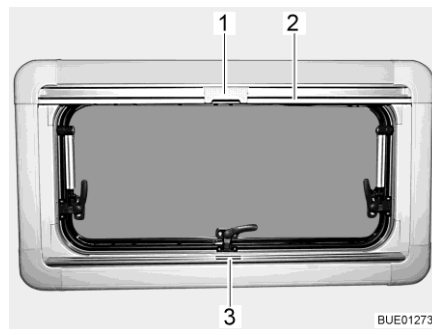
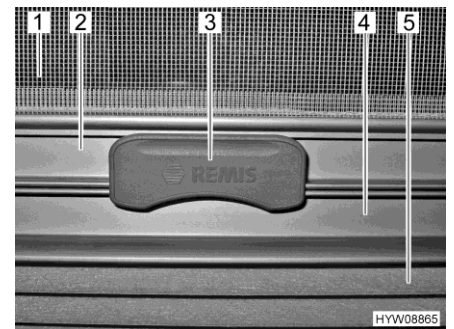

Bild 19 Ausstellfenster
Bild 20 Raste
Die faltverdunklung (Bild 20,5) befindet sich im unteren Rollokasten.
- faltverdunklung in der Mitte der Griffleiste (Bild 19,3 und Bild 20,4) fassen, von unten nach oben ziehen und auf der gewünschten Höhe loslassen. Die faltverdunklung bleibt in dieser Höhe stehen.
Das Insektenschutzrollo (Bild 20,1) befindet sich im oberen Rollokasten.
- Insektenschutzrollo an der Griffleiste (Bild 19,2 und Bild 20,2) nach unten ziehen, bis es an der Griffleiste der faltverdunklung (Bild 20,4) anstößt.
- Raste (Bild 19,1 und Bild 20,3) am Insektenschutzrollo mit der Griffleiste der faltverdunklung verriegeln. Wenn die Raste verriegelt ist, können faltverdunklung und Insektenschutzrollo gemeinsam verstellt werden.
- Raste (Bild 20,3) am Insektenschutzrollo oben drücken.
- Insektenschutzrollo an der Griffleiste (Bild 19,2) langsam zurückführen.